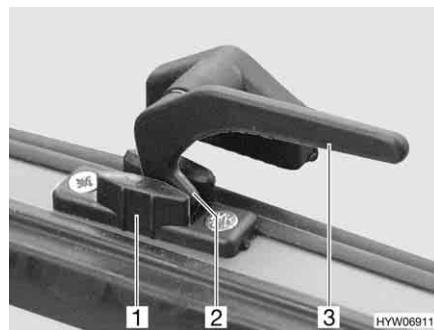

Bild 13 Verriegelungshebel in Stellung "Dauerbelüftung" HYW06911
- in Stellung "Dauerbelüftung" (Bild 13)
- Den Verriegelungshebel (Bild 13,3) eine viertel Umdrehung zur Fenstermitte hin drehen.
- Den Verriegelungshebel eine viertel Umdrehung zum Fensterrahmen hin drehen. Die Verriegelungsnase (Bild 13,2) dabei in die Aussparung der Fensterverriegelung (Bild 13,1) einfahren.